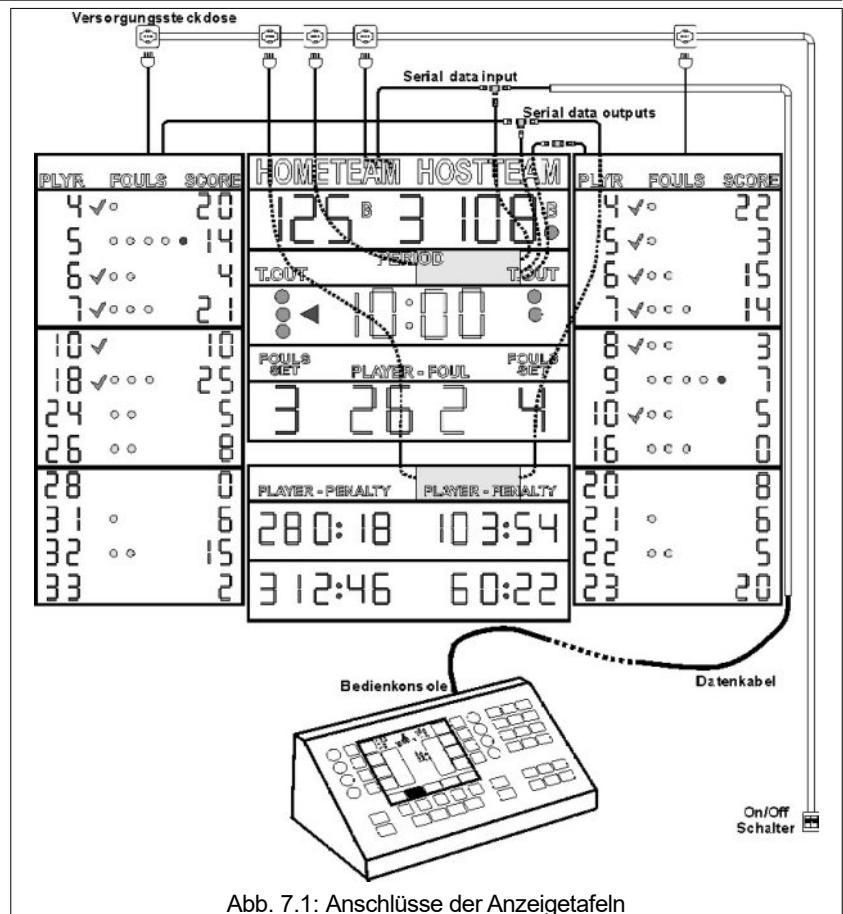

Abb. 7.1: Anschlüsse der Anzeigetafel
In Abb.7.1 ist die folgende Konfiguration abgebildet: zentrale Anzeigetafel, seitliche Anzeigen für die Fouls und Punkte der Spieler sowie die untere Anzeige für die Visualisierung der Strafzeiten.
4. Die möglichen weiteren Anzeigetafeln der Baureihe FS, wie zum Beispiel die seitlichen Statistikanzeigen für die Fouls/Punkte der Spieler sowie die unteren Anzeigen für die Strafzeiten, können mittels der entsprechenden Adapter an die anderen zwei seriellen Kabel "SERIAL DATA OUTPUT" angeschlossen werden (siehe Abb.7.1).